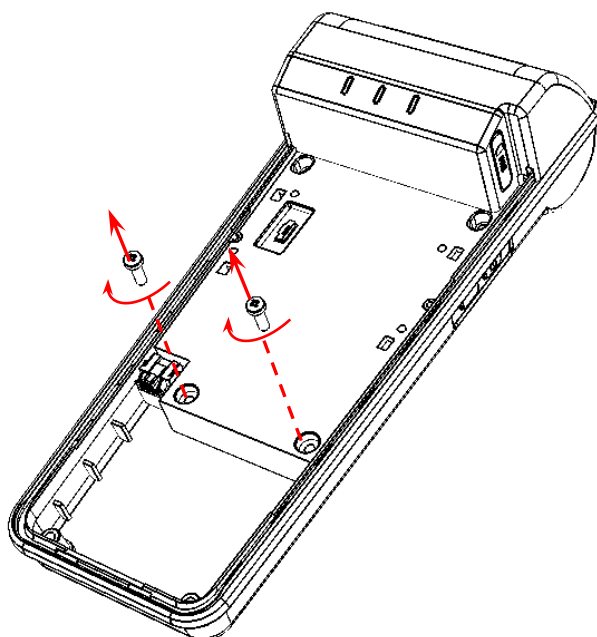

Рисунок 17. Демонтаж корпуса (открутить винты в верхней части корпуса)
5.1. Сначала открутить два винта, расположенные в верхней части (смотрите рисунок 17).